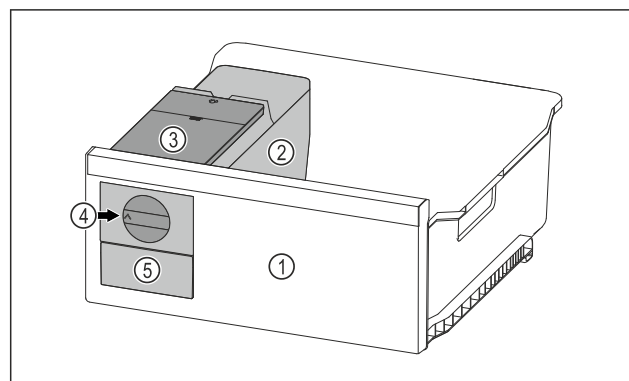

Fig. 179 Примерное изображение
- ▶ Поверните поворотную кнопку Fig. 179 (4) по часовой стрелке до упора.
- ▶ Кубики льда упадут из ванночки для кубиков льда в выдвижной ящик для кубиков льда Fig. 179 (5). Если не все кубики льда извлекаются из ванночки для кубиков льда: